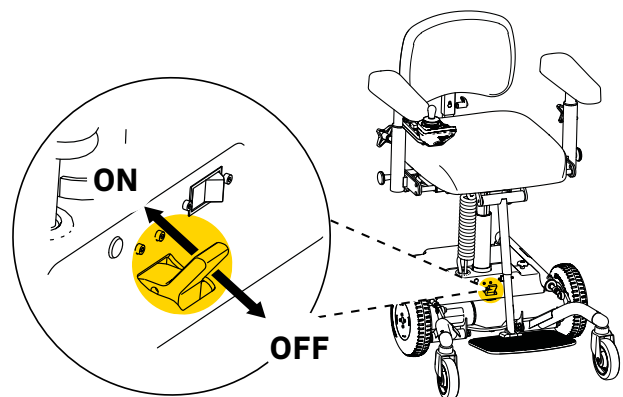
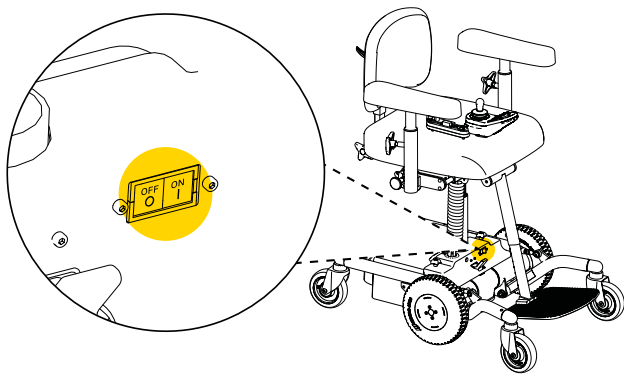

Abb. 3.2. Entkuppelung der Bremse.
Abb. 3.4. Automatiksicherung
- Auf ebenen Flächen ist das Produkt durch Rollen fortzubewegen. Um das Produkt rollen zu können, muss die Bremse entkuppelt und die automatische Sicherung ausgeschaltet werden. Um die Bremse zu entkuppeln, stellen Sie den Kippschalter auf OFF. Um die Bremse zu aktivieren, stellen Sie den Kippschalter auf ON, siehe Abb. 3.2. Um die Automatiksicherung auszuschalten, OFF drücken. Vor dem Aufladen und bei der Wiederinbetriebnahme des Produkts muss die Automatiksicherung zurückgesetzt werden, drücken Sie auf ON (siehe Abbildung 3.4). Wenn die Automatiksicherung ausgeschaltet war, muss die Bedieneinheit zweimal neu gestartet werden, um die Funktionsfähigkeit des Produkts wiederherzustellen.
- Bei längerer Lagerung sollte der Akku getrennt werden. Dies geschieht mithilfe der Automatiksicherung, siehe Abb. 3.4. Drücken Sie auf OFF, um den Akku zu trennen. Wenn der Akku getrennt ist, muss er alle 4 Monate
- Für den Transport muss der Akku getrennt werden. Dies geschieht mithilfe der Automatiksicherung, siehe Abb. 3.4. Drücken Sie auf OFF, um den Akku zu trennen.